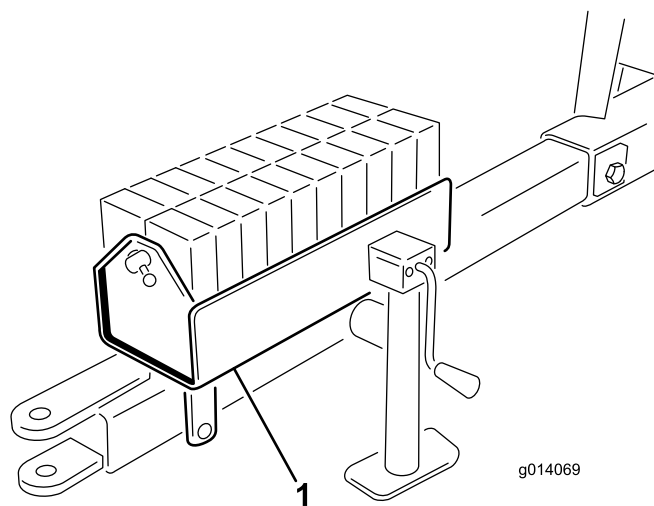

Figura 6
5. Llene la caja de contrapesos con los contrapesos e instale la barra y el pasador (Figura 6).